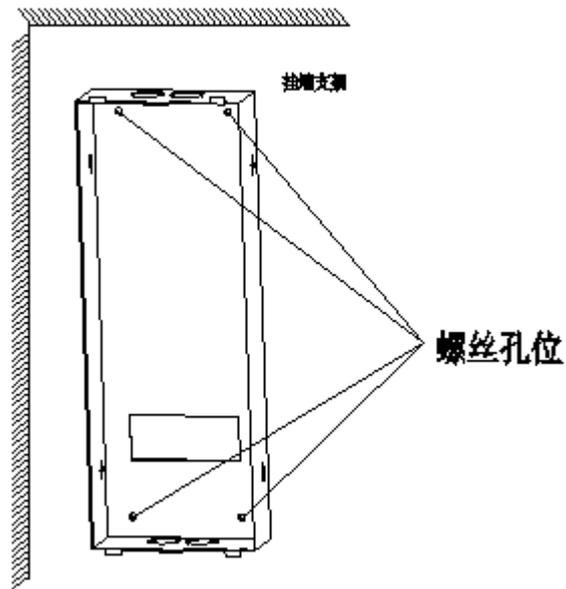

图 1-2
2.用记号笔通过挂墙后盖的四个螺丝孔位,在墙上做好记号,如图 1-2 所示